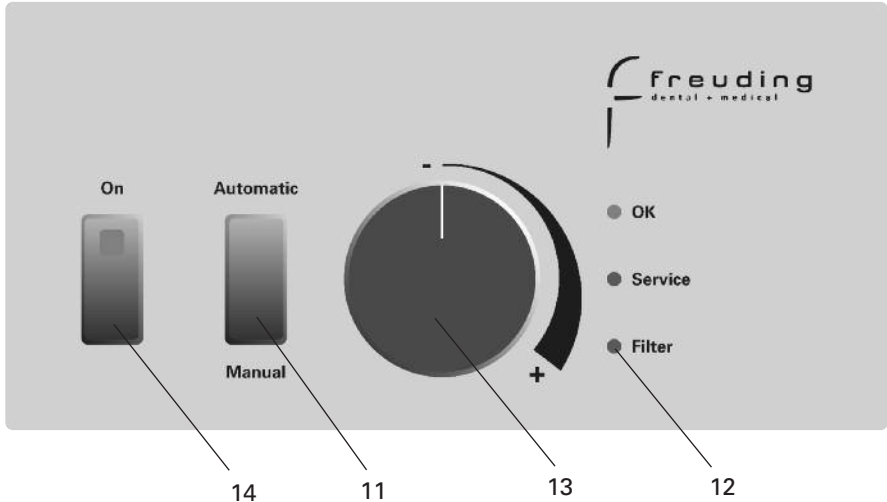

Abb. 4: Bedienfront
- Schalten Sie den **Automatic / Manual**-Schalter 11 in Stellung **Manual** (Abb. 4).
- Schalten Sie die Anlage am Hauptschalter 14 (Abb.4) und Ihr Technikgerät am zugehörigen Hauptschalter aus, um ein versehentliches Anlaufen zu vermeiden.
Die V4000 verfügt zusätzlich zum Hauptfilter über einen Feinfilter. Leuchtet die rote LED-Anzeige 12 "Filter" (Abb.4) trotz erneuertem Hauptfilter, oder werden die Wechselintervalle merklich kürzer, so ist die Ursache meist ein verstaubter Feinfilter.
- Schalten Sie die Absauganlage am Hauptschalter 14 (Abb. 4) aus.